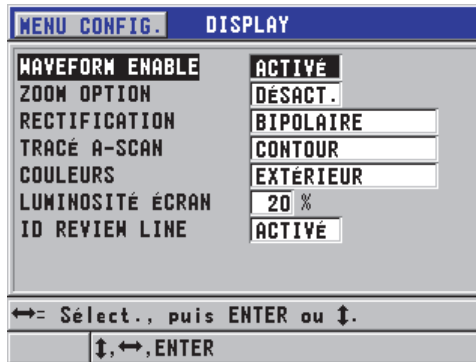

Figure 4-4 Écran DISPLAY
2. Dans l'écran **DISPLAY** (voir la Figure 4-4 à la page 59), sélectionnez le paramètre désiré et la valeur des paramètres suivants :
2. Dans l'écran **DISPLAY** (voir la Figure 4-4 à la page 59), réglez le paramètre **COULEURS** à **INTÉRIEUR** ou **EXTÉRIEUR**.
2. Dans l'écran **DISPLAY** (voir la Figure 4-4 à la page 59), réglez le paramètre **LUMINOSITÉ ÉCRAN** au niveau souhaité.